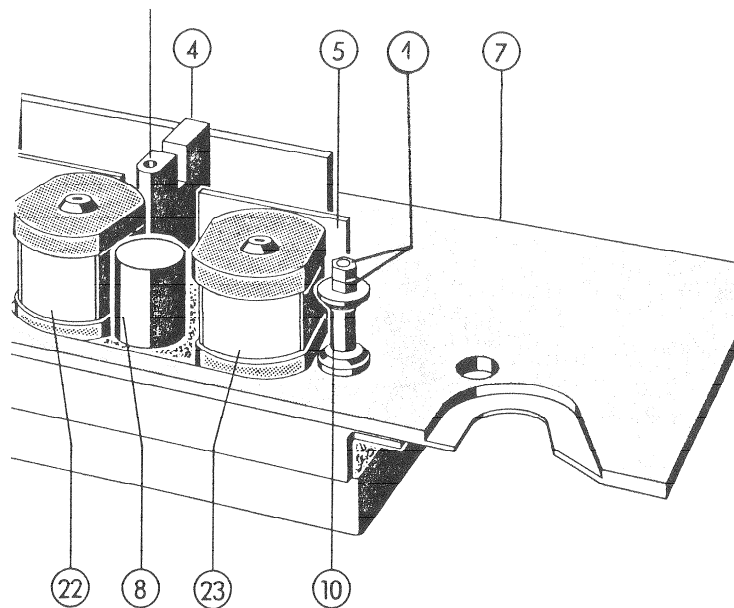
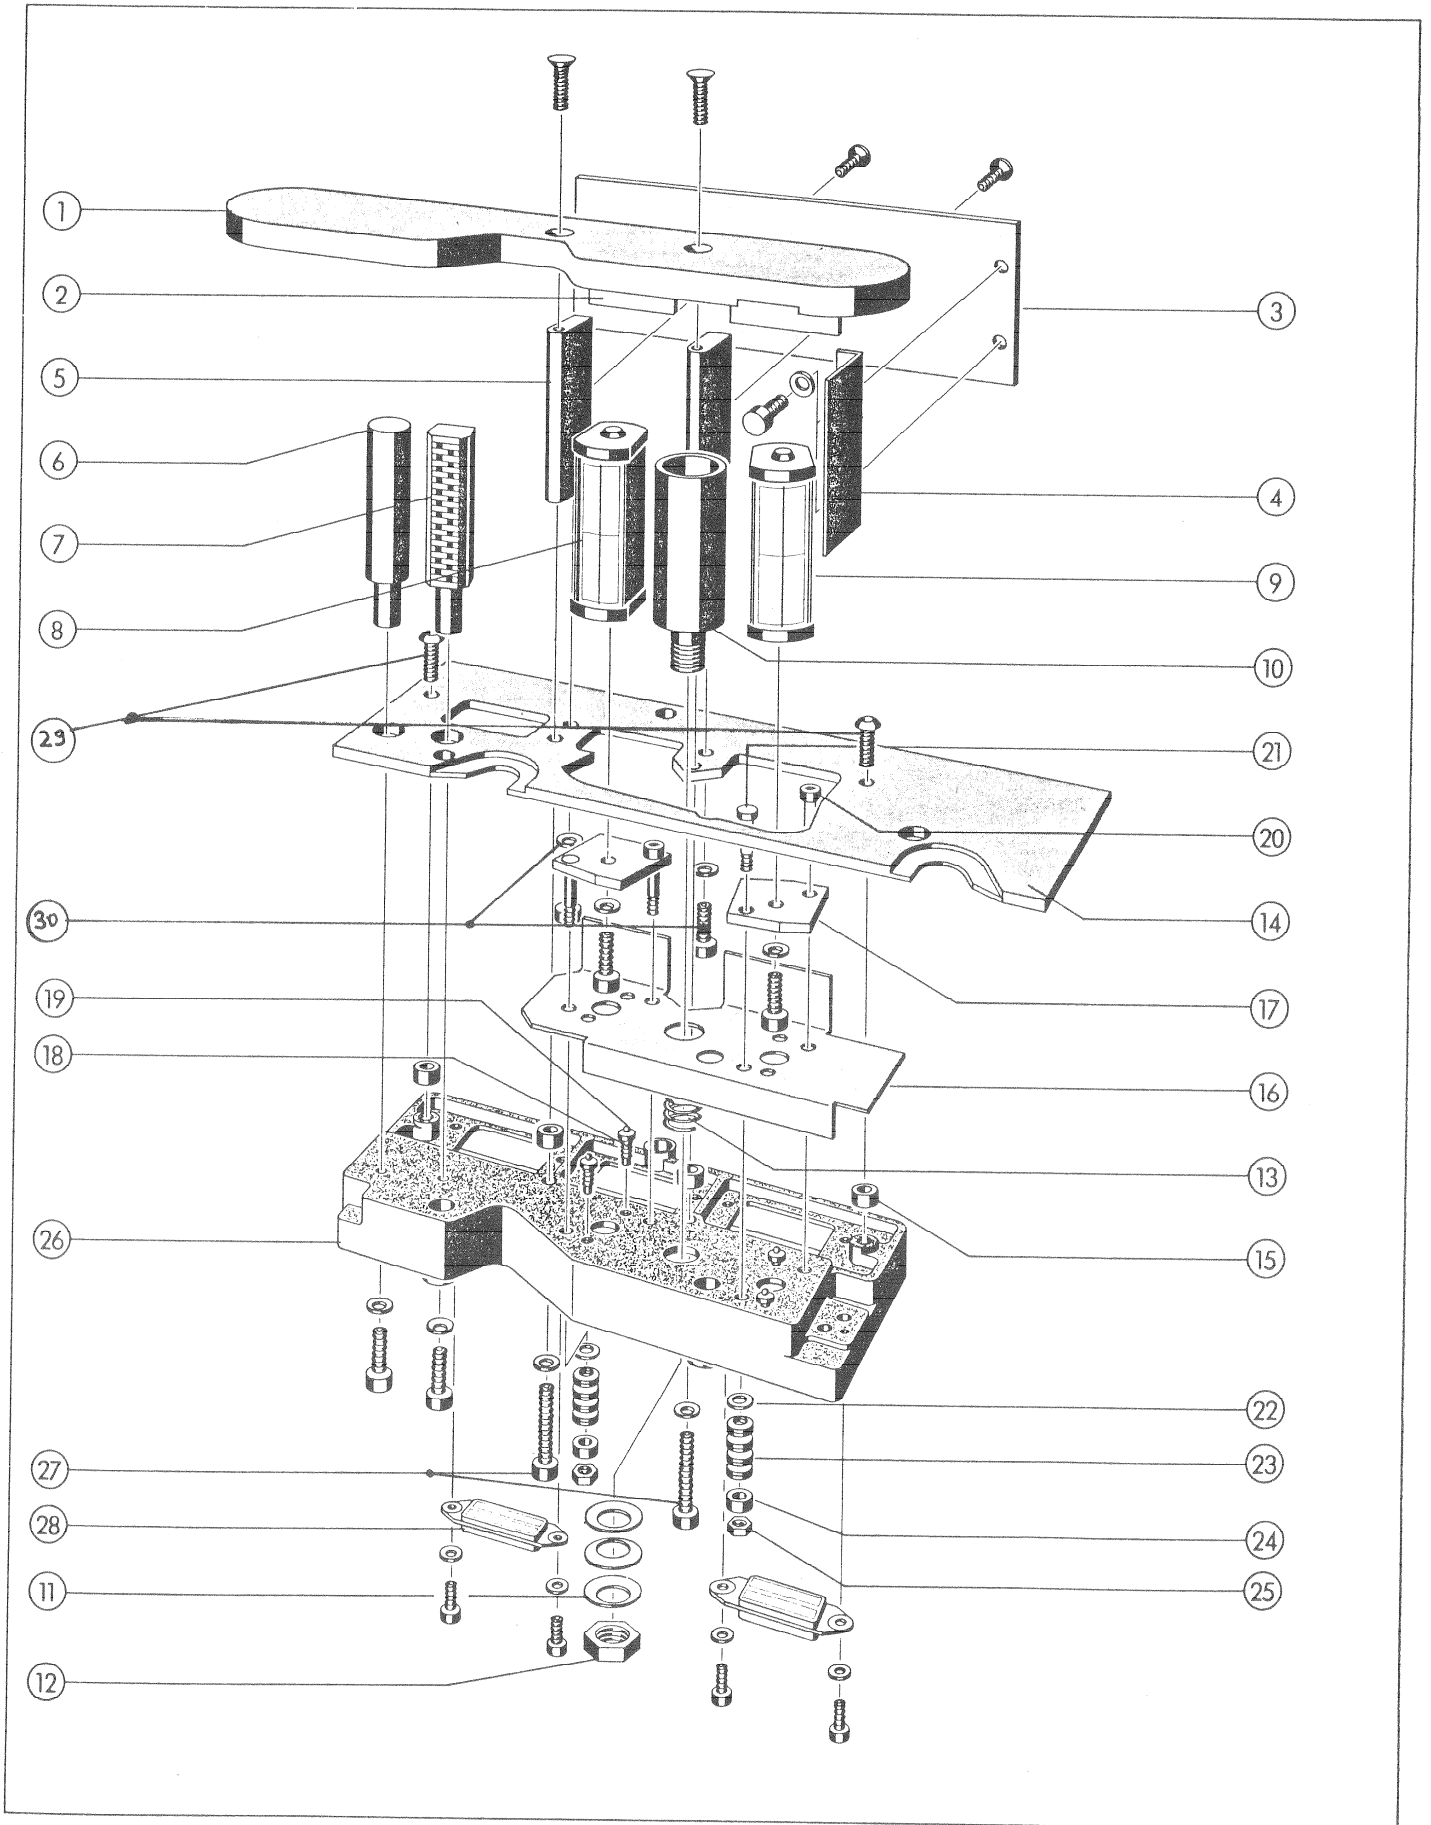
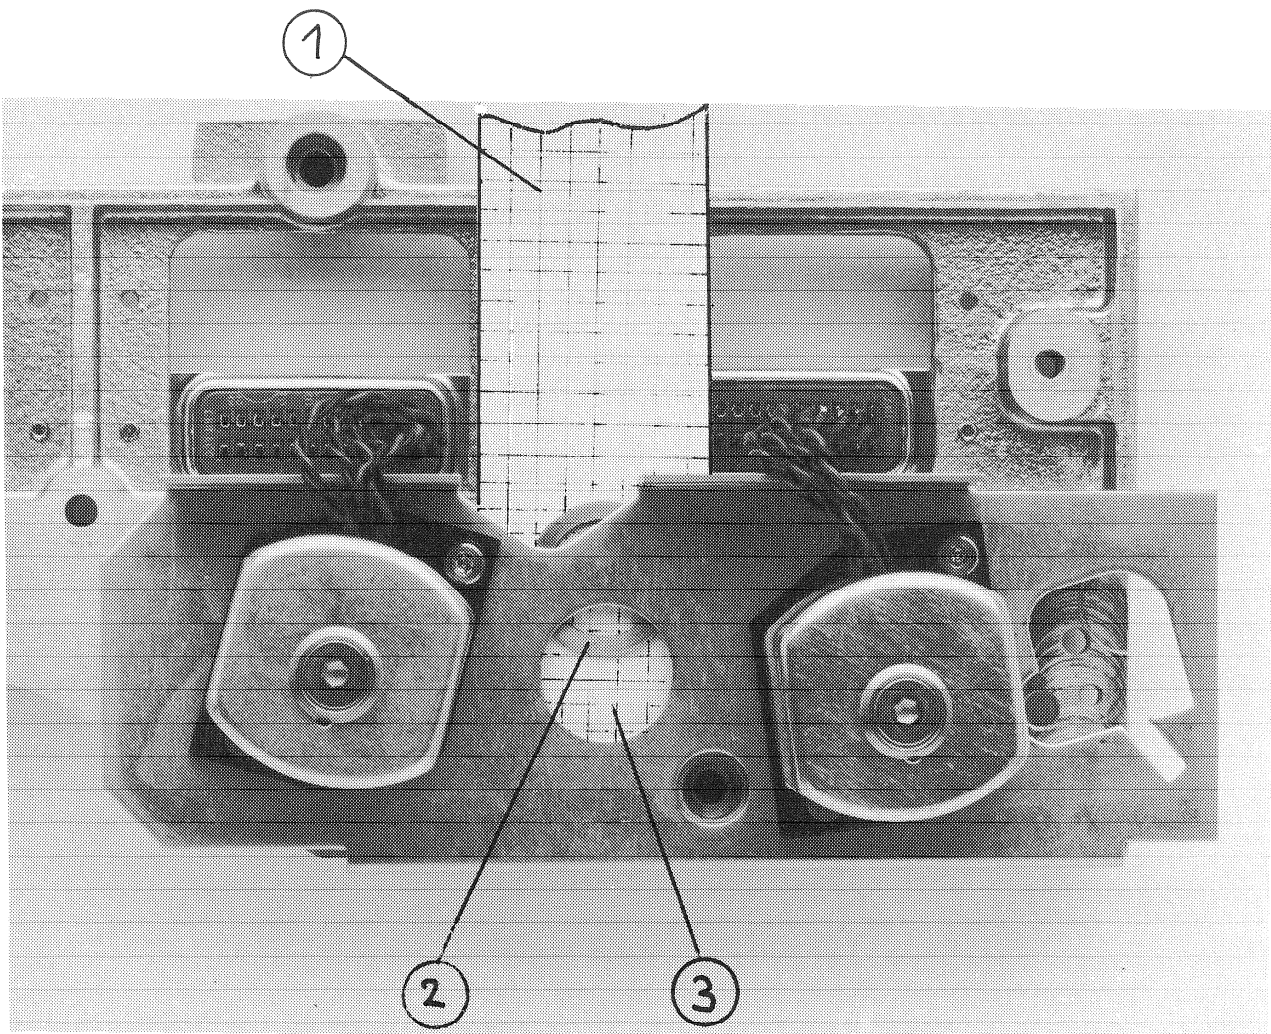

Fig. 2
Fig. 3
Fig. 4
- 6.) Kopfträgerabdeckung ① entfernen [Fig. 3]
Rechter Bandführungsbolzen ⑩ (Fig. 2) durch Lösen der 7 mm Mutter von unten ausbauen. Klemmt der Bandführungsbolzen in der Abdeckplatte ⑦ (Fig. 2), so kann er nach dem Ausbau der kompletten Deckleiste (siehe Punkt 9) durch einen leichten Schlag mit einem Plastikhammer entfernt werden.
Wichtig: Niemals die Muttern ① (Fig. 2) lösen, da sonst die Führung ohne die nötigen Lehren nicht mehr eingestellt werden kann.
- 9.) Die komplette Deckleiste ③ und ④ (Fig. 3) von der Abdeckplatte ⑭ durch Lösen der beiden 3 mm Inbusschrauben ③⑩ (Fig. 3) entfernen und wieder auf die neue Abdeckplatte montieren.
- 10.) Die Zwischenberühigungsrolle ⑩ (Fig. 3) durch Lösen der Mutter ⑫ (18 mm) entfernen. (Dreht sich die Rolle mit, so kann sie mittels eines 14 mm Gabelschlüssels ( in der Kerbe) festgehalten werden.
- 11.) Schneiden Sie ein Rechteck mit den Abmessungen von ca. 30 mm x 100 mm, und schieben Sie dieses von hinten zwischen das Abschirmblech ⑯ (Fig. 3) und die Feder ⑬. Siehe auch Figur 4. Legen Sie nun die metallene Unterlagsscheibe ② (Fig. 4) auf den Papierstreifen ① und schieben diese nun unter die Oeffnung ③, und zentrieren Sie die U-Scheibe. Halten Sie die U-Scheibe mit der Pinzette in ihrer Position und entfernen Sie nun den Papierstreifen. Vergewissern Sie sich, dass die Scheibe nun im Zentrum der
- 6.) Remove headcover plate ① [fig. 3]
Remove the right-hand side tape guide bolt ⑩ (fig. 2) by loosening the 7 mm nut on the bottom of the headblock assembly. If the tape guide bolt is frozen in the headblock cover plate ⑦ (fig. 2) then knock it out carefully with a plastic hammer. (remove the whole coverstrip see point 9).
Important: Never loosen the nuts ① (fig. 2) because it is impossible to align the tape guide without the required gange.
- 9.) Remove the whole coverstrip ③ and ④ by loosening the two 3 mm allenscrews ③⑩ (fig. 3) install it again to the new cover plate ⑭ .
- 10.) Remove the antiscrape flatter roller ⑩ (Fig. 3) by loosening nut ⑫ (18 mm). If the whole antiscrape roller is rotating, slide an open-end wrench (14 mm) into the groove of the bolt to counter.
- 11.) From a piece of paper cut out a square with the measurement of approx. 30 mm x 100 mm. Slide it in between the bottom sheet metal screen ⑯ (fig. 3) and the spring ⑬. (See also fig. 4). Put the metallic washer ② (fig. 4) on top of the paperstrip ① and with a pair of tweezers slide it under the cut-out ③. Center the washer and while holding the washer in position with the tweezers, pull out carefully the paperstrip. Make sure that the washer is now in the center of the spring ⑬ (fig. 3) and that it is lying
Feder ⑬ (Fig. 3) liegt und dass sie flach auf dem Kopfträgerguss ⑳ liegt. Nur dann stecken Sie die neue Führungsrolle in den Ausschnitt ③ (Fig. 4) Von unten eine Tellerfeder so einsetzen, dass der Aussenring auf dem Chassis aufliegt und die Mutter ⑫ anziehen, wenn die Vorberuhigungsrolle rechtwinkling zur Abdeckplatte ⑭ steht. [Fig. 3]
flat on the headblock chassis ⑳. Only then put the new antiscrape flutter roller into the cutout ③ (fig. 4) then insert from the bottom, one spring washer so, that the outer circle comes in contact with the headblock chassis. Turn the antiscrape flutter roller until its position is at a right angle to the headblock cover plate ⑭ then tighten nut ⑫. (Fig. 3).
| <p>12.) Die beiden Schrauben (27) (Fig. 3) von unten einsetzen, Kopfträger auf einen Karton stellen und die beiden Distanzhülsen (15) über die Schrauben (27) stülpen. Die übrigen 2 Distanzhülsen richtig plazieren und vorsichtig die Abdeckplatte darauf legen. Achtung: zuerst Löschköpfe durchschlaufen. Die beiden Schrauben (29) festziehen. Den Karton während dem Kippen des Kopfträgers andrücken, sodass die Schrauben (27) nicht herausfallen können und dieselben festziehen.</p> <p>13.) Die beiden Löschköpfe montieren. Schrauben nur so stark anziehen, dass sich die Köpfe drehen lassen.</p> <p>14.) Nur für 1/2" VersionFührungsbolzen (10) (Fig. 2) wieder montieren.</p> <p>15.) Kopfträger montieren</p> <p>16.) Untere Laufwerkabdeckung anschrauben</p> <p>17.) Vordere Laufwerkabdeckung befestigen.</p> <p>18.) Bandlauf kontrollieren</p> <p>19.) Löschköpfe einstellen (Siehe Anleitung am Schluss).</p> <p>20.) Kopfträgerabdeckung (1) montieren. Falls die Führungsrolle am Deckel ansteht, dieselbe ausrichten.</p> <p>21.) Die mechanischen und elektrischen Einstellungen überprüfen gemäss SI 69/82.</p> <p>Achtung:Bei 1/2" Versionen mit Inline-Löschköpfen ändern die Bandzüge.</p> | <p>12.) Insert the two screws (27) (fig. 3) from below, put the headblock on top of a piece of cardboard and slide the two spacer bushes (15) over the screws (27). Place the remaining two spacer to their final position, guide the erase heads through the cutout and put the cover plate carefully on top of the spacer bushes. Fasten the two screws (29). Press the cardboard slightly to the headblock chassis while tilting it, so that the screws cannot fall off. Fasten the screws (27).</p> <p>13.) Mount the erase heads. Tighten their screws only slightly, so that they can be turned to their final position.</p> <p>14.) Only for 1/2" versionMount guide bolt (10) (fig. 2)</p> <p>15.) Mount headblock</p> <p>16.) Mount bottom transport coverplate.</p> <p>17.) Mount front top transport cover.</p> <p>18.) Check tape path</p> <p>19.) Align erase heads (refer to instructions below)</p> <p>20.) Mount head coverplate (1). Should the antiscrape flutter roller not fit properly into the special cutout of the headcover plate, turn it to a centered position.</p> <p>21.) Check the mechanical and electrical alignments according to SI 69/82.</p> <p>Please note:1/2" versions with inline erase heads have now different tape tensions.</p> |
Kopfträger-Abdeckung (1) Bild 4 entfernen.